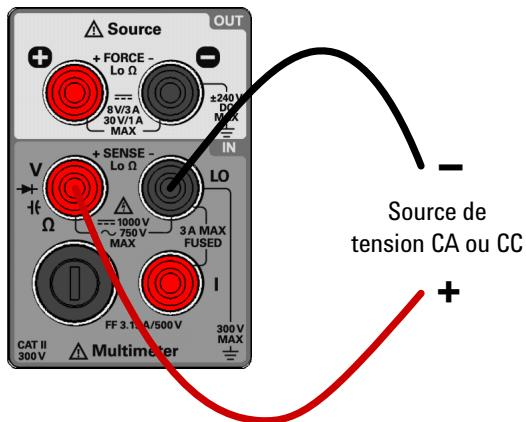

Figure 2-1 Branchements pour mesurer des tensions s
- Raccordez les cordons de test rouge et noir aux bornes d'entrée **V** (rouge) et **L0** (noire), comme indiqué dans la Figure 2-1.
- 2 Raccordez les cordons de test rouge et noir aux bornes d'entrée **V** (rouge) et **L0** (noire), comme indiqué dans la Figure 2-1.